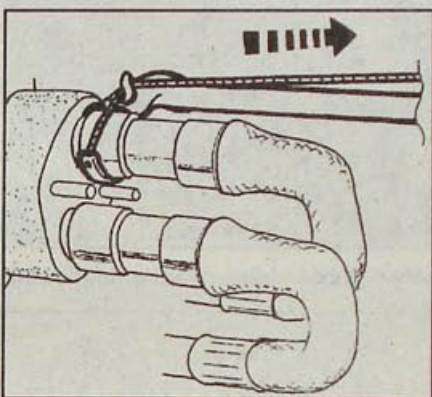

Рис. 13.55. Использование приспособления Mot. 1395 для отсоединения шлангов со штуцера правого радиатора отопителя на автомобилях с дизельными двигателями G8T
- На двигателе G8T с системой кондиционирования воздуха, штуцера шлангов правого радиатора отопителя недоступны для снятия вручную. Для снятия шлангов используйте приспособление Mot. 1395 следующим образом (рис. 13.55):